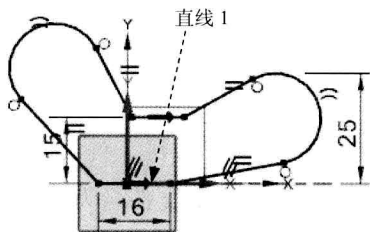
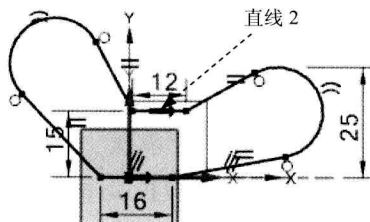

图 2.12.13 水平标注 (一)
图 2.12.14 水平标注 (二)
(2) 标注水平尺寸。
① 选择下拉菜单 **插入(I)** → **尺寸(D)** → **水平(H)** 命令, 可标注图 2.12.13 中直线 1 的长度。
② 单击图 2.12.13 中的一点确定标注位置。
③ 在弹出的动态输入框中输入尺寸值 16, 单击中键。
④ 参照步骤①可标注直线 2 的长度 (图 2.12.14), 尺寸值为 12。